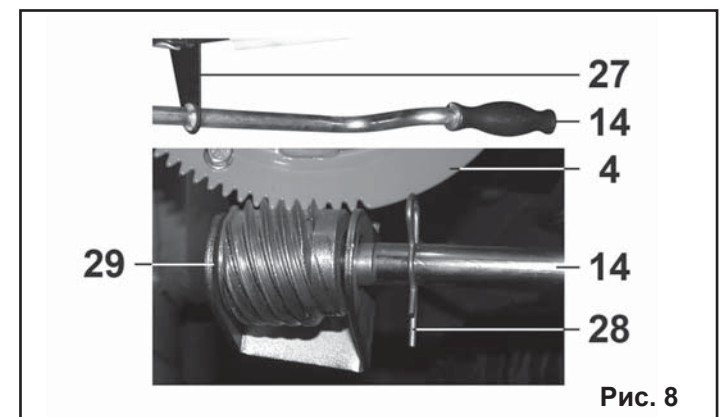

Рис. 8
6.5. Установка рычага поворота желоба (рис. 8).